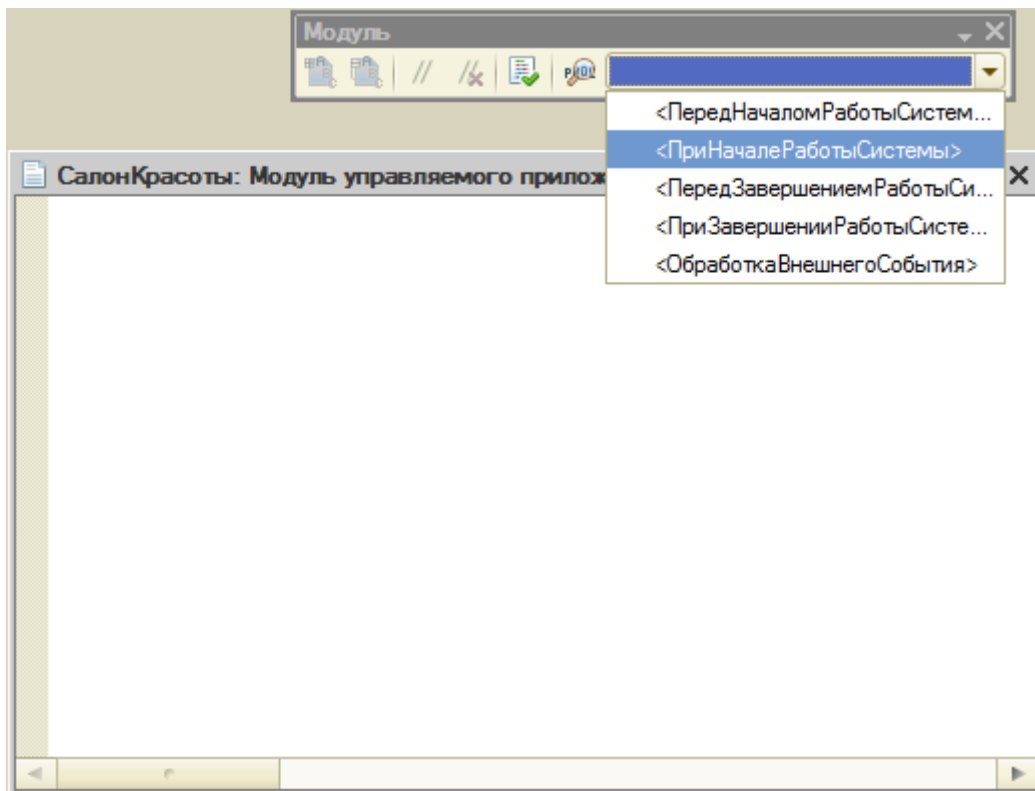

Рисунок 5.13- Выбор обработчика ПриНачалеРаботыСистемы
7.6 Выше мы создавали константу **Текст сообщения**, предполагая выводить заданный в ней текст в качестве сообщения для пользователей, входящих в систему. Реализуем эту функциональность. Для этого нам понадобится написать код в модуле управляемого приложения. Для того, чтобы открыть этот модуль, нужно воспользоваться командой **Открыть модуль управляемого приложения** корневого элемента конфигурации. Для этого модуля предусмотрено несколько стандартных обработчиков событий, которые можно найти в панели инструментов **Модуль**, Рисунок 5.13. Нас интересует обработчик **ПриНачалеРаботыСистемы**.